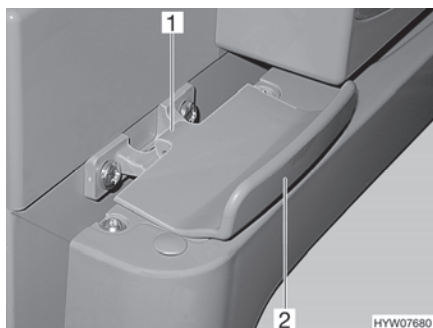

Fig. 138 Bloccaggio della porta del frigorifero, chiuso (Thetford)
- Aprire la porta del frigorifero tirando la maniglia (Fig. 138,2). Il bloccaggio (Fig. 138,1) si sblocca automaticamente.